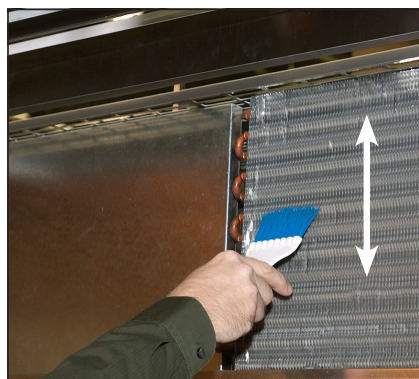

Fig. 3. Non spazzolare mai sulle alette della serpentina di traverso.
4. Con uno spazzolino a setole dure, pulire attentamente lo sporco accumulato nelle alette frontali della serpentina del condensatore. Si veda la Fig. 3.